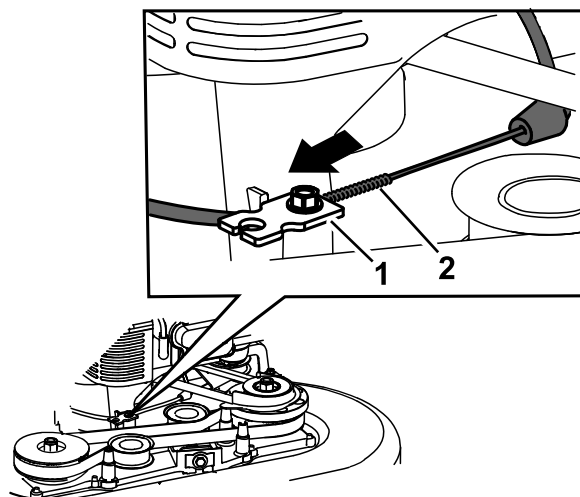

**Figure 42**
5. Desserrez la vis du serre-câble (Figure 42).